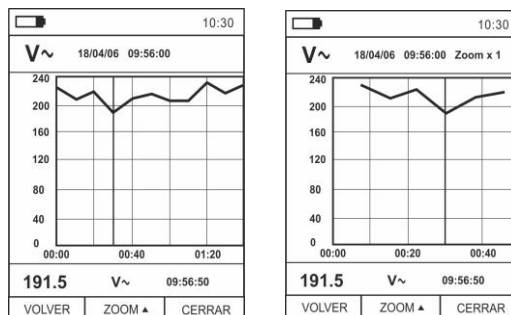

Fig.39: Función data logger – Visualización gráfico registro
17. Pulse la tecla **MODE/VFD (TREND)** para visualizar en pantalla el gráfico del registro y el relativo desarrollo en el tiempo (Trend). La pantalla de Fig. 39 – parte izquierda se muestra en el visualizador:
19. Pulse la tecla ▲ (**ZOOM**) para activar (si estuviera disponible) el Zoom de los valores en el gráfico (ver Fig. 39 – parte derecha) para aumentar la resolución. La indicación “Zoom xY” en la cual Y = dimensión máxima de zoom aparece en la parte superior del visualizador. Es posible un zoom X1 para al menos 10 puntos de medida, X2 para al menos 20 puntos de medida, X3 para al menos 40 puntos de medida y así sucesivamente para un máximo de 6 operaciones de zoom